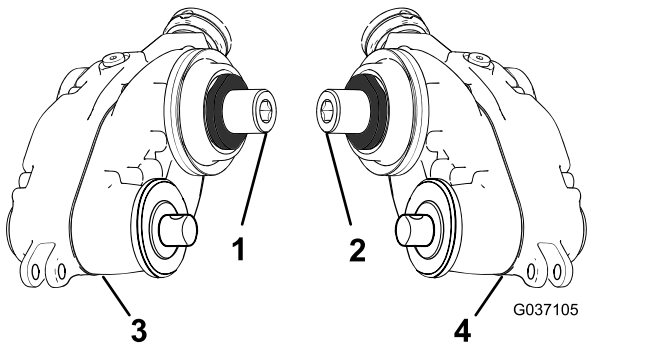

Figura 6
1. Individuate le scatole della trasmissione grooming con trasmissione sinistra e destra; fate riferimento a Figura 6.